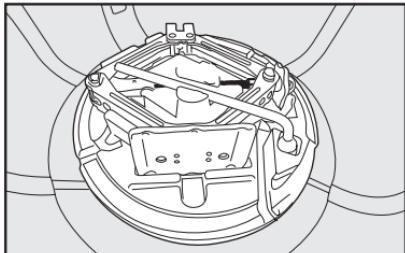

fig. 3
- Saque las herramientas y el crique de su seguro fig. 3.